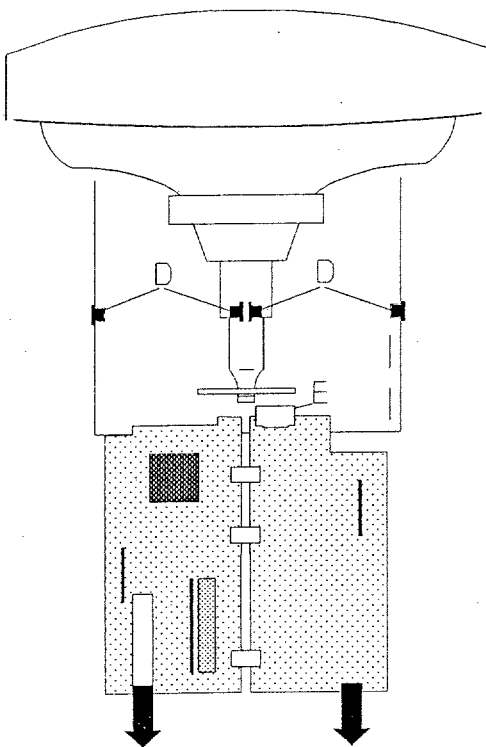

Fig 4.2
**2. Service positie voor module service en voor het meten van testpunten (Fig. 4.2).**
Verwijder het LED-display E (zie Fig. 4.2) van het groot signaal paneel.